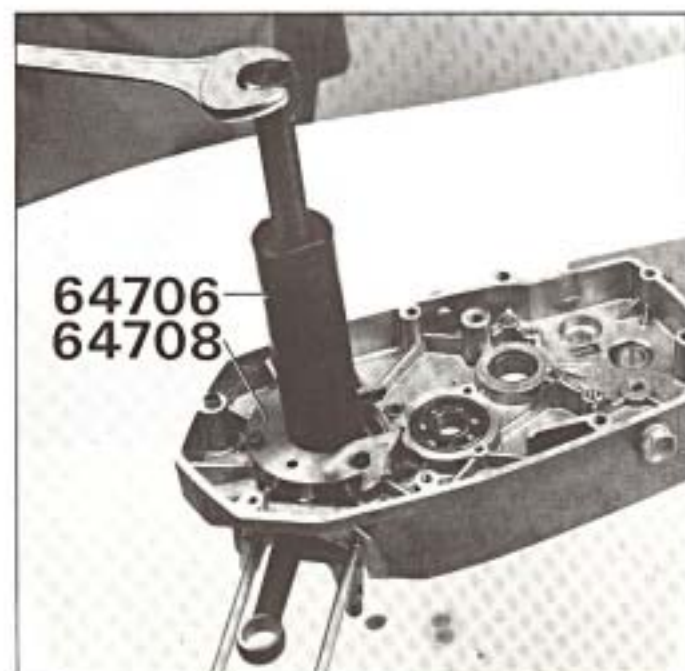

Fig. 23
- Positionner l'outil 64706 équipé de la plaque 64708 et fixer celle-ci par trois vis sur le carter (figure 23).
- Visser la vis de l'outil 64706 jusqu'à l'extraction complète de l'embiellage (figure 23).